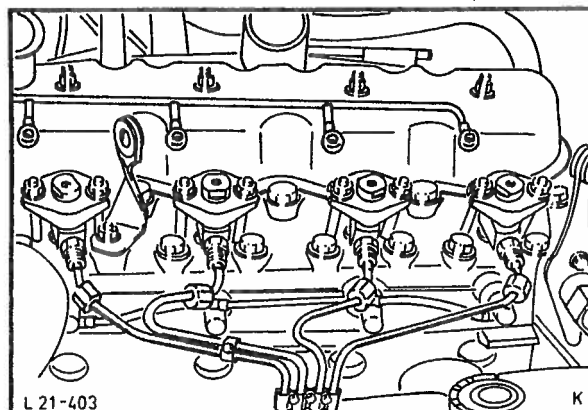

Fig. 107 Skru av innsprøytningsrørene.
7. Skru av oljespillrørene og innsprøytningsrørene, fig. 107.